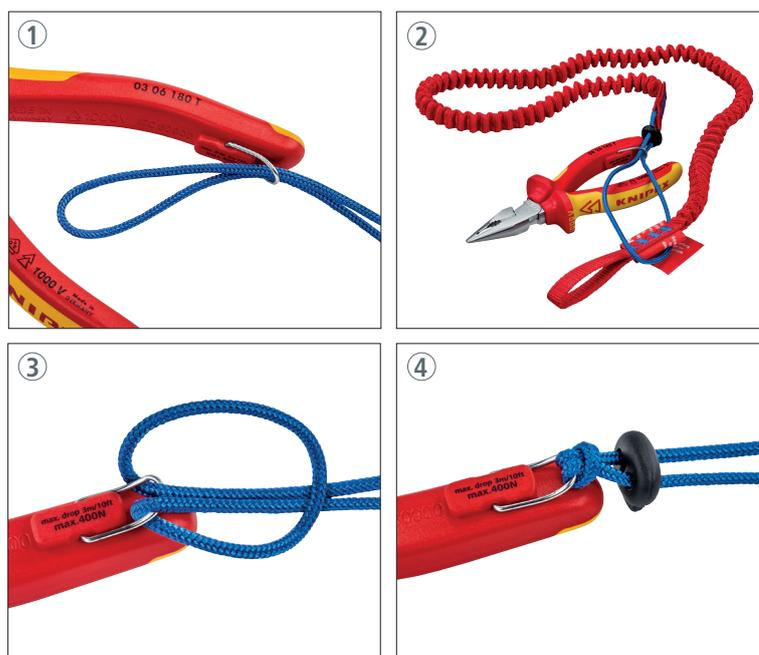

Fig. 6: Collegamento tramite passante
- Gli utensili KNIPEX con un punto di bloccaggio dovrebbero essere fissati con un passante (fig. 6).
Per il fissaggio dell'utensile, bloccare l'altra estremità della fettuccia di ancoraggio utensili a un punto di ancoraggio idoneo e affidabile utilizzando un passante o un moschettone (vedere il capitolo 4.1.1, fig. 6, e 4.1.2).